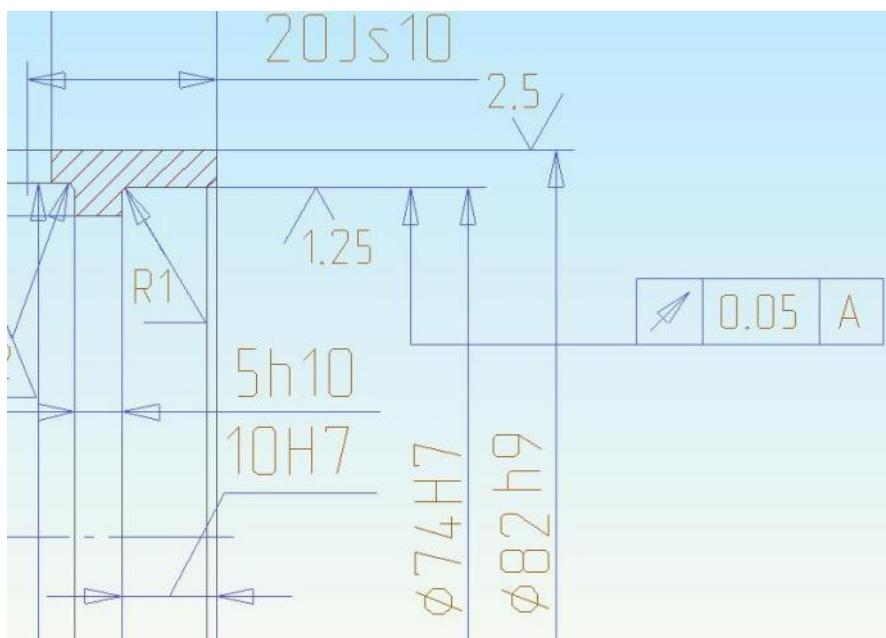

Рисунок 17. Постановка допуска биения
- Указываем на чертеже поверхность, к которой предъявляется допуск на биение, и указываем место расположение допуска поверхности (рис. 17) нажимаем левую кнопку мыши.